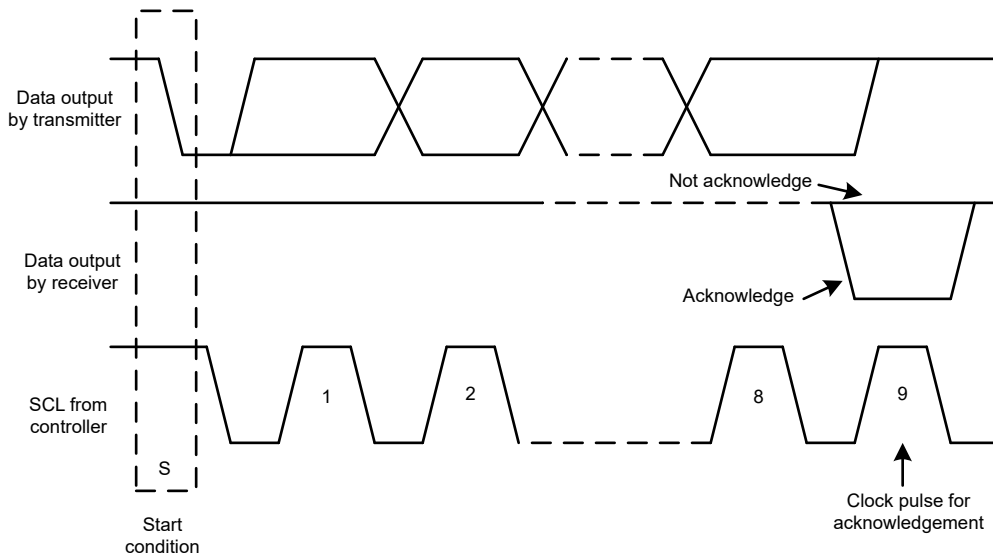

图 7-18. I²C 总线上的确认和非确认
除了特定的时序信号外，I²C 接口还使用串行字节。在每个字节结束时，第九个时钟周期产生并检测确认信号。确认是指 SDA 线在第九个时钟周期的高电平期间被拉低。非确认是指 SDA 线在第九个时钟周期的高电平期间保持高电平，如图 7-18 所示。
2. 控制器随后产生 SCL 脉冲，并在 SDA 线上发送 7 位地址和读取/写入方向位 ($\overline{R/\overline{W}}$)。在所有传输期间，控制器确保数据有效。有效数据条件要求 SDA 线在时钟脉冲的整个高电平期间保持稳定，如图 7-20 所示。所有器件都识别控制器发送的地址，并将其与相应内部固定地址进行比较。只有具有匹配地址的目标器件才会通过在第 9 个 SCL 周期的整个高电平期间拉低 SDA 线来生成确认，如图 7-18 所示。当控制器检测到此确认时，则表示与目标的通信链路已建立。